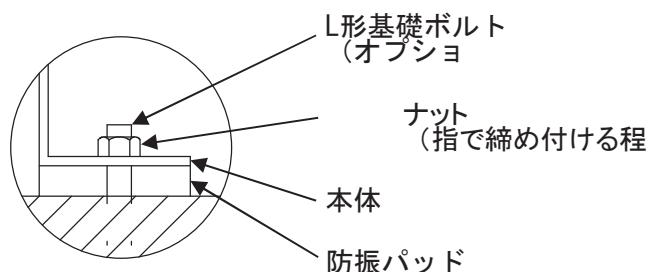

図2-4 防振パッド取付要領
- ⑤ 据付の際は図2-4に示すように、基礎の上に付属の防振パッドを取り付け、その上にユニットを据付けて下さい。基礎ボルトのナットは指で締め付ける程度で充分です。